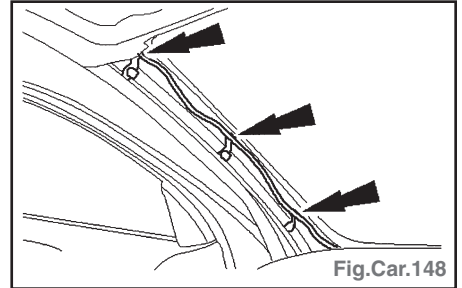

Fig.Car.148
- Détacher le faisceau de câblage de garniture de pavillon du montant A gauche ou le tuyau de lave-glace de lunette arrière du montant A droit si nécessaire (montant A gauche représenté) (Fig.Car.148).